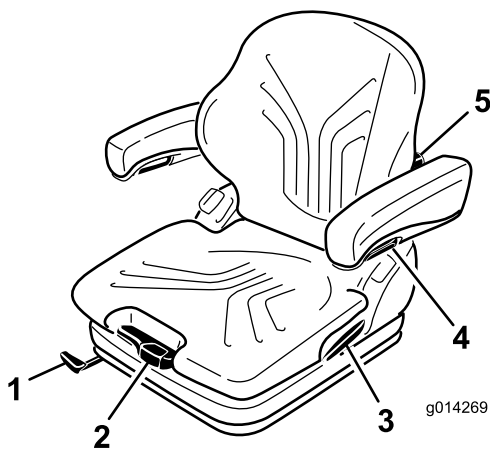

Figure 25
Le siège est réglé pour le poids du conducteur en tirant ou en poussant le levier de réglage correspondant (Figure 25).
1. Levez le levier pour débloquer et régler le siège (Figure 25).
En tournant le bouton de réglage vers le haut, vous pouvez régler le renflement de la partie supérieure du dossier. En tournant le bouton vers le bas, vous pouvez régler le renflement de la partie inférieure du dossier (Figure 25).
Pour régler la hauteur des accoudoirs, séparez le cache rond (Figure 25) du couvercle, desserrez l'écrou hexagonal (13 mm) qui se trouve derrière, réglez les accoudoirs à la position voulue puis resserrez l'écrou. Remplacez la cache sur l'écrou.
Pour régler l'angle des accoudoirs, tournez le bouton de réglage (Figure 25).
Tirez sur le levier pour libérer le verrou du dossier (Figure 25). Lorsque le verrou est libéré, ne vous appuyez pas contre le dossier.